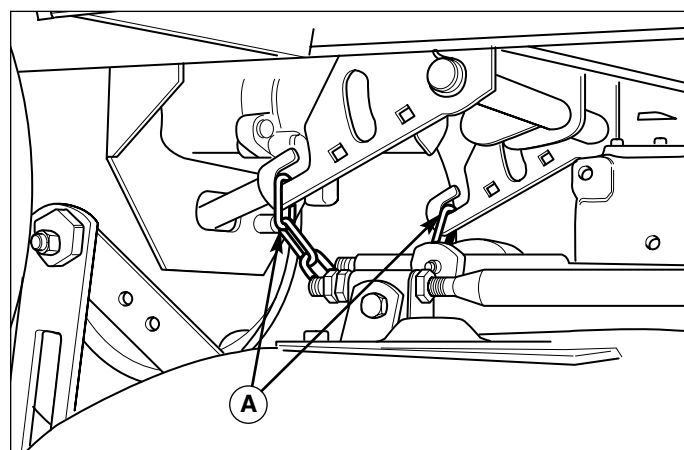

Figure 7. Chaînes de relevage de la tondeuse
11. Décrocher les 2 chaînes de relevage (A, figure 7) des bras de relevage du tracteur.
7. S'assurer que les chaînes de relevage de la tondeuse se trouvent directement au-dessous des bras de relevage. Accrocher les 2 chaînes de relevage de la tondeuse sur les bras de relevage du tracteur (figure 7).